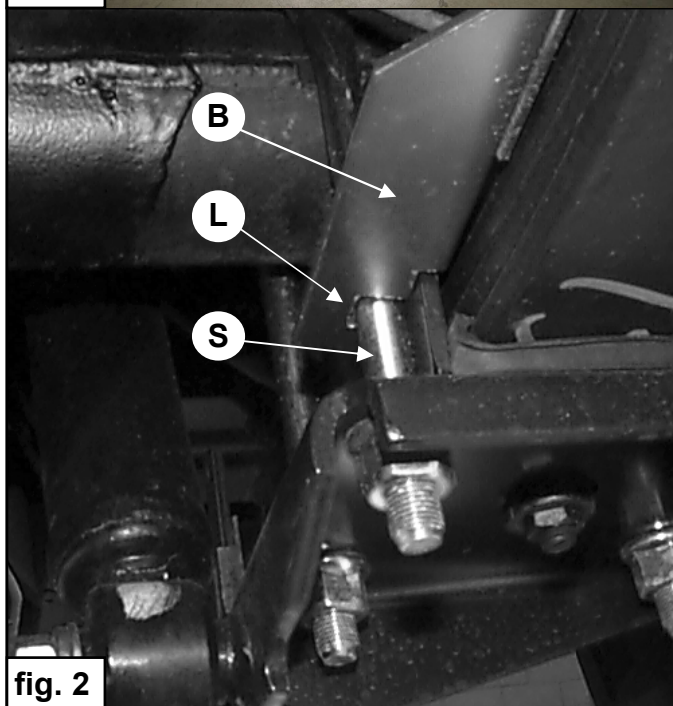

fig. 2
4. Setzen Sie den Federteller **B** vorn der Hinterachse auf die Blattfeder. Achten Sie darauf, daß die Aussparung im Metallstreifen **L** sich um Federklamme **S** festhakt. Siehe Bild 2.
4. Montez le support **B** avant l'essieu arrière sur la lame ressort. Veillez à ce que le cran de la plaquette **L** accroche l'étrier de ressort **S**. Voir fig.2.
4. Montera fäste **B** till bakaxeln på bladfjädern. Notera att hacket på läppen **L** krokar i bakom fjäderklrampan **S**. Se fig.2.
5. Placera fjädersäte **A**. Se fig.2.